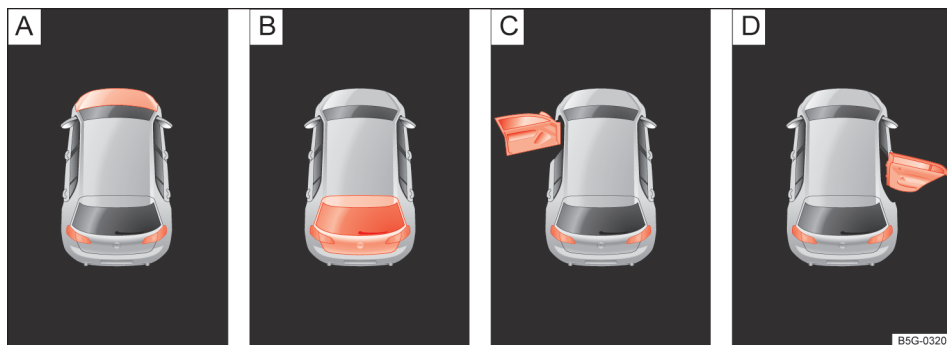

Fig. 15 No display do instrumento combinado: indicações sobre o estado da tampa do compartimento do motor, da tampa do compartimento de bagagens e das portas.
Legenda para Fig. 15:
- Portas, tampa do compartimento do motor e tampa do compartimento de bagagens abertas → Fig. 15
Após destravar o veículo e durante o percurso, a ocorrência de alguma das portas, a tampa do compartimento do motor ou a tampa do compartimento de bagagem estarem abertas é exibida no display do instrumento combinado → Fig. 15 e, conforme o caso, também indicado com alerta sonoro. Conforme a versão do instrumento combinado, a representação pode variar. ▶